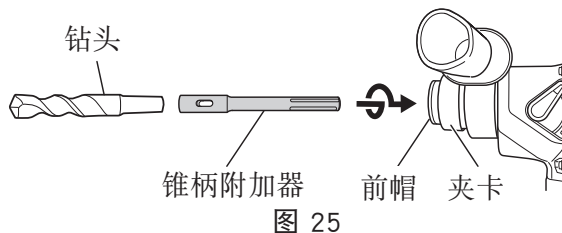

图 25
- (1) 把锥柄附加器安装在电动锤钻上。（图 25）
- (2) 把钻头（锥柄）安装在锥柄附加器上。（图 25）
（图 25）